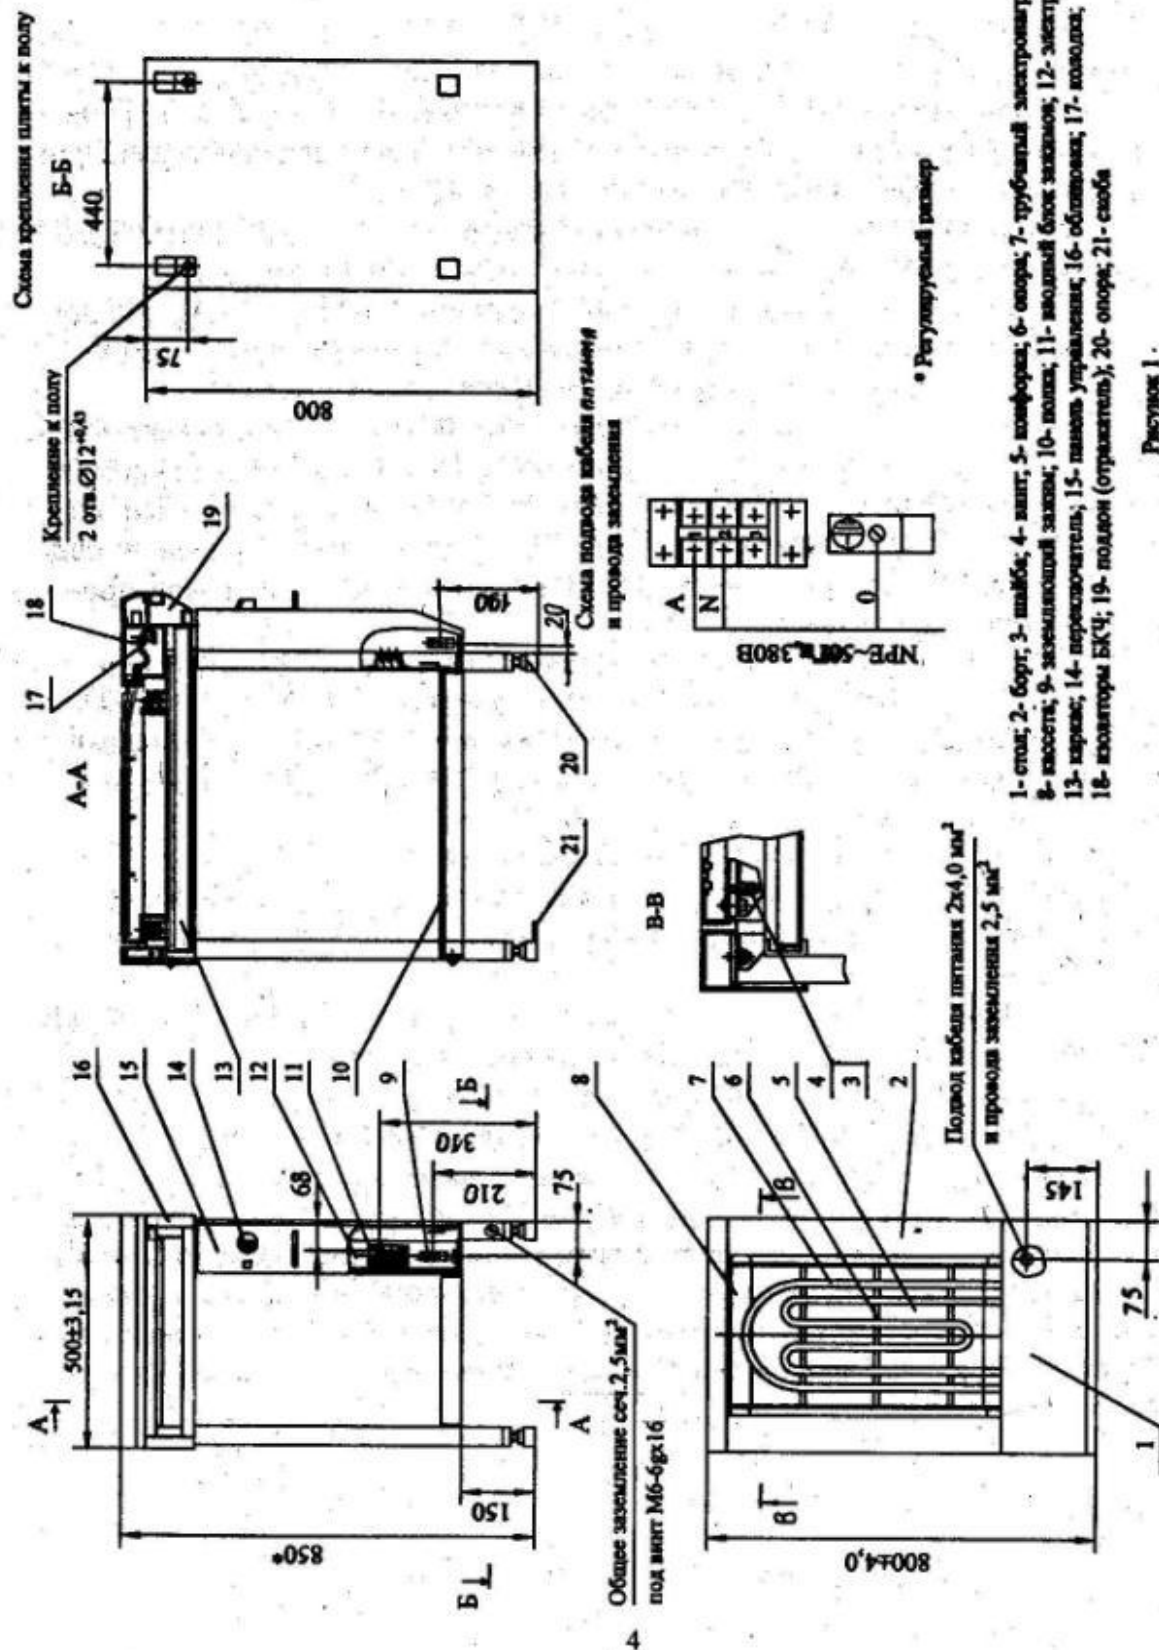
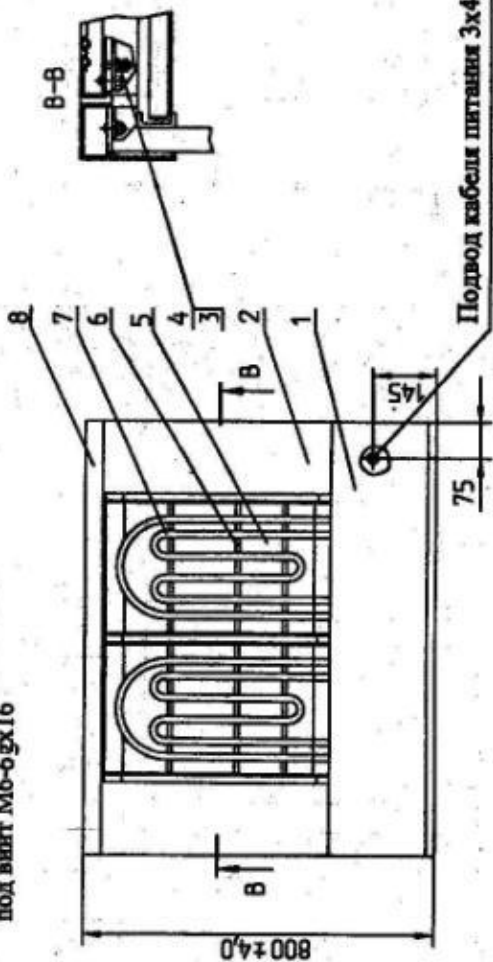

Рисунок 1.
Рисунок 2
5.1. Плиты ПЭТ-0,17В (рисунок 1), ПЭТ-0,34В (рисунок 2) и ПЭТ-0,51В (рисунок 3) имеют соответственно одну, две или три конфорки 5 из трубчатых электронагревателей 7, установленные на каркасе 13. Конфорки крепятся к каркасу винтами 4 с шайбами 3, которые позволяют выставить рабочую поверхность конфорки относительно стола 1 и бортов 2.
7.2. Собранную и установленную на место плиту отрегулировать по высоте и подключить к источнику питания (рисунок 1, 2 или 3) для чего: